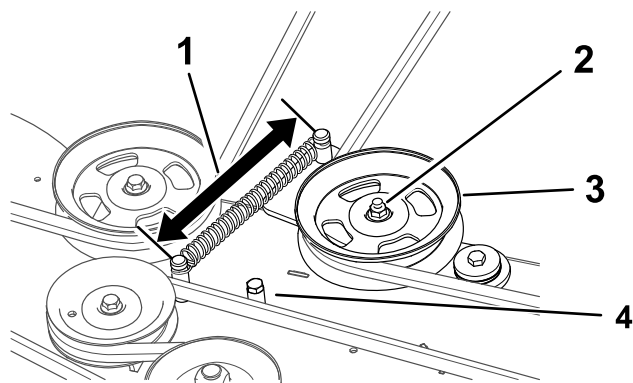

図 54
スプリングの長さが 15.2 cm 未満の場合や、**図 54**のようにアイドルプーリアームがアイドルストップに当たる場合は、アイドルプーリアームを調整する。
4. アイドラプーリのナットをゆるめる **図 54**。
6. ナットを締めつける **図 54**。